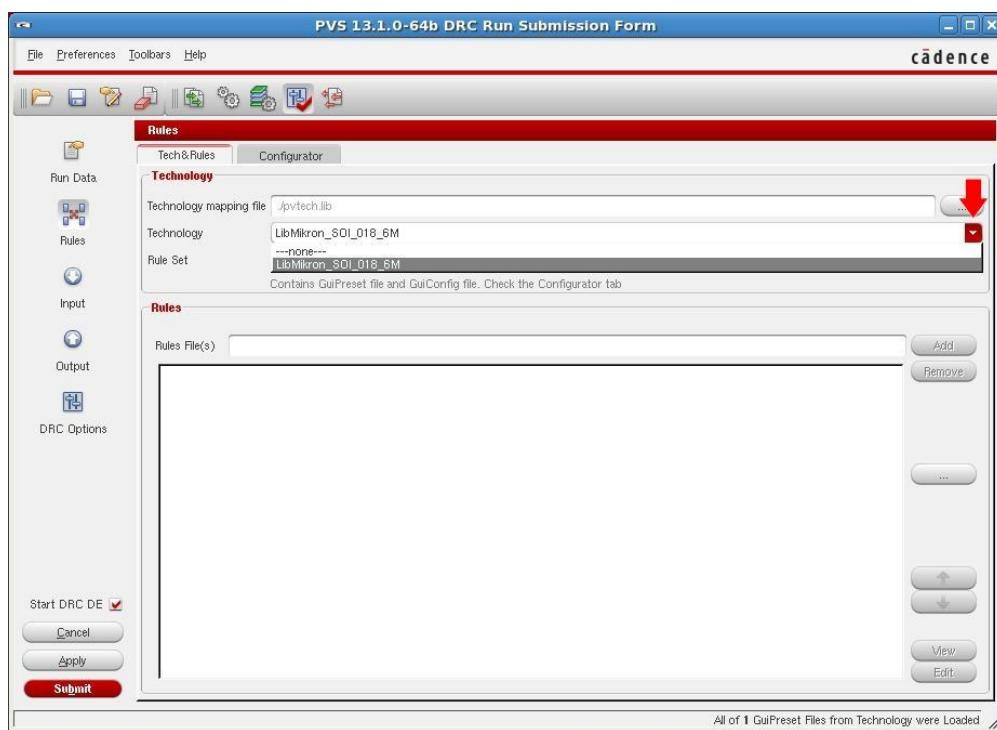

Рис. 10.3. Секция «Rules», вкладка «Tech&Rules».
- 4) В открывшемся окне PVS DRC Run Submission Form слева выбираем иконку «*Rules*». В открывшейся секции во вкладке «*Tech&Rules*» в поле *Technology* выбираем LibMikron\_SOI\_018\_6M (рис. 10.3). Если в выпадающем списке нет LibMikron\_SOI\_018\_6M, значит, в рабочей директории отсутствует файл pvtech.lib, либо не установлена переменная окружения DKSOI018M6 (глава 2.3). Файл pvtech.lib можно загрузить принудительно с помощью поля *Technology mapping file*.